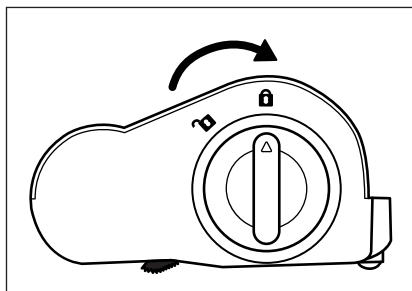

Fig. 29
- 5) Introduceți peria rotativă 20 în peria pentru podea 21 și rotiți dispozitivului de blocare a periei rotative 19 în direcția simbolului 18 (închidere) (a se vedea fig. 29).